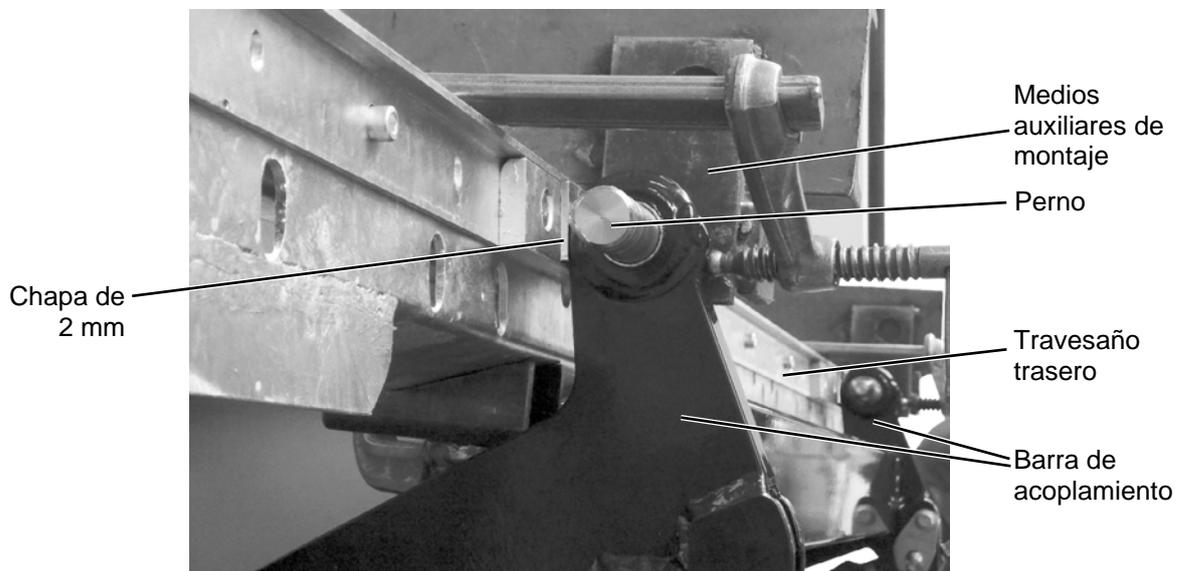

Figura 16: Placas distanciadoras de 2 mm para el montaje de una plataforma con revestimiento
- ▶ Coloque chapas de 2 mm entre las barras de guía del bastidor de torsión y la carrocería a modo de distanciadores (véase Figura 16).
- ▶ Retire los tornillos entre la barra de guía y los elementos auxiliares de montaje (véase Figura 16, página 37).